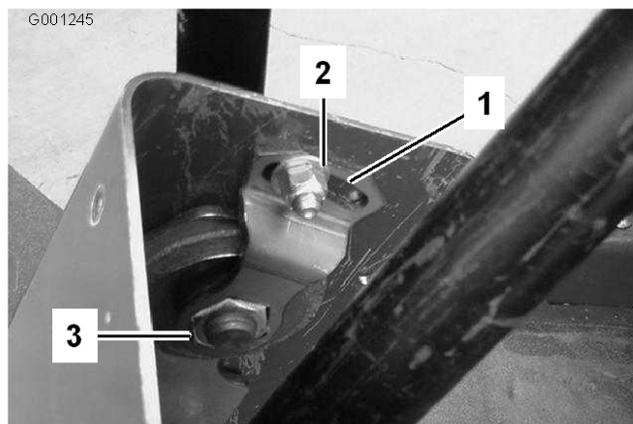

Figura 68
2. Alzate il copripiantone fino ad esporre la staffa orientabile (Figura 68).
3. Allentate il dado piccolo, ruotate la staffa orientabile finché questa non serra il dado grande sottostante (Figura 68).